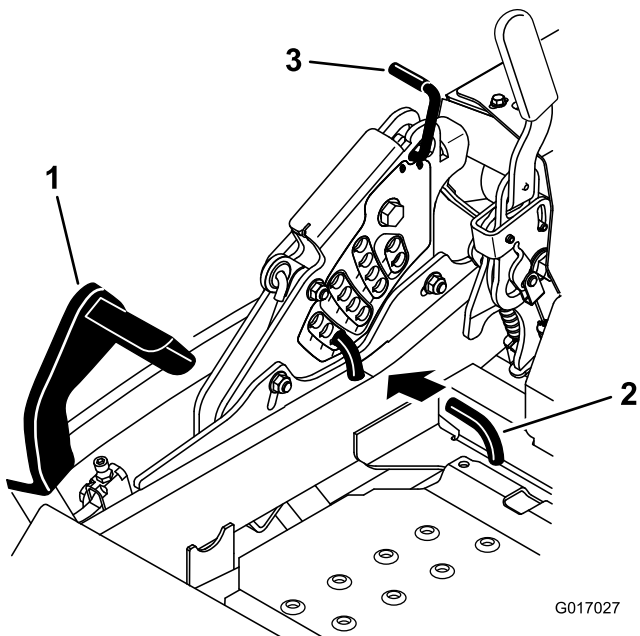

Figura 91
5. Empuje el pedal de elevación de la carcasa hacia delante del todo; la carcasa se enganchará en la posición de transporte de 14 cm (Figura 91).